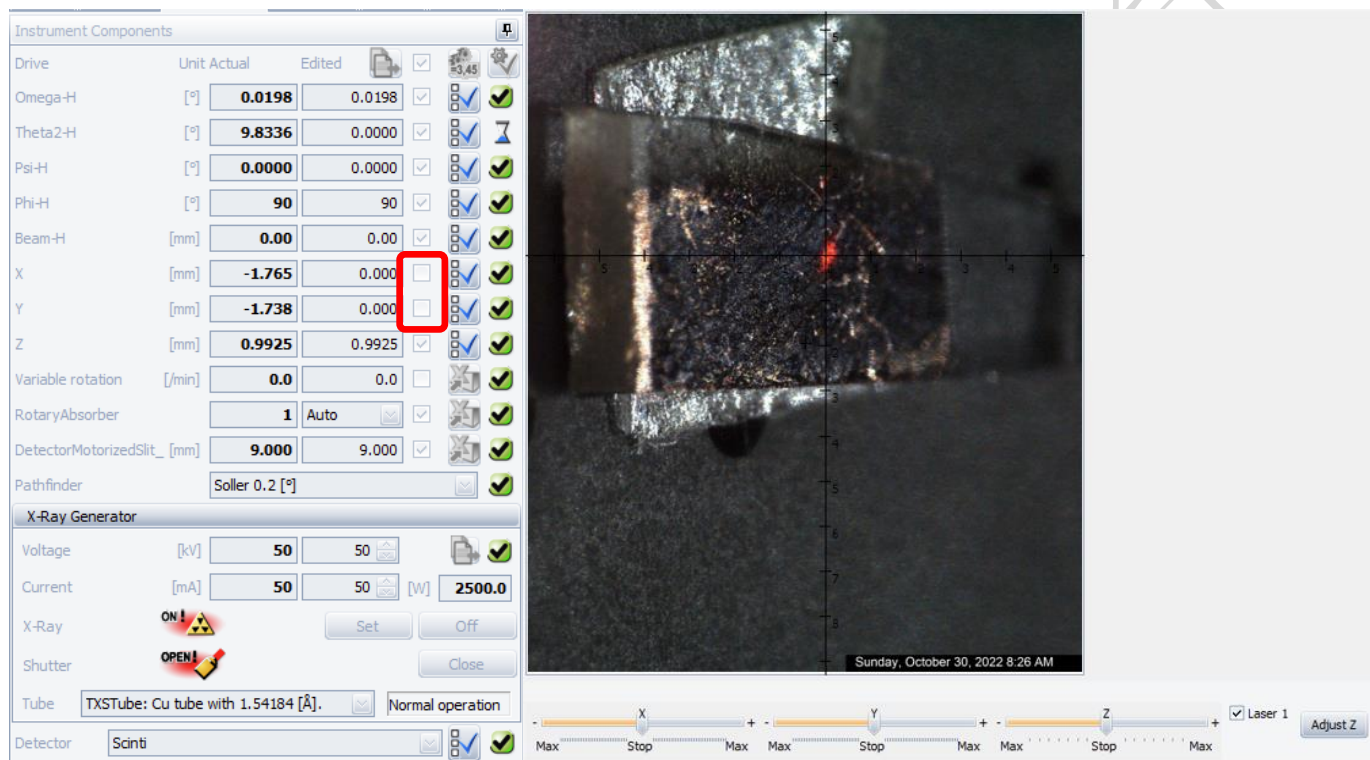

图 6-24 样品微区示意图
6.10.3.1 样品测试区域: 进入 Video 界面, 移动样品台 X、Y 轴, 在显微图像中找到所需测试微区, 确认屏幕上激光红点、video 十字中心、样品测试区域重合 (图 6-24)。然后将 X, Y 参数后面的勾去掉, 以固定测试位置。